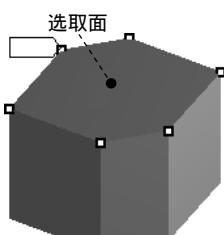

图 5.3.37 定义映射面
- (1) 选择命令。在“Outline”窗口中右击 Mesh，在弹出的快捷菜单中选择 Insert → Face Meshing 命令，弹出“Details of ‘Mapped Face Meshing’ - Mapped Face Meshing”对话框。
- (2) 定义映射面。选取图 5.3.37 所示的模型表面为映射面，单击 Apply 按钮确认。